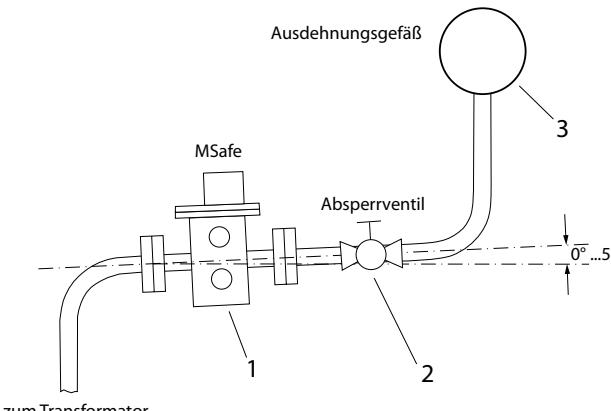

Bild 5
- Die Neigung des Geräts darf in Rohrrichtung 0 Grad nicht unter- und 5 Grad nicht überschreiten (Bild 5).
- Absperrventil zum Ausdehnungsgefäß (Bild 5/2) öffnen.